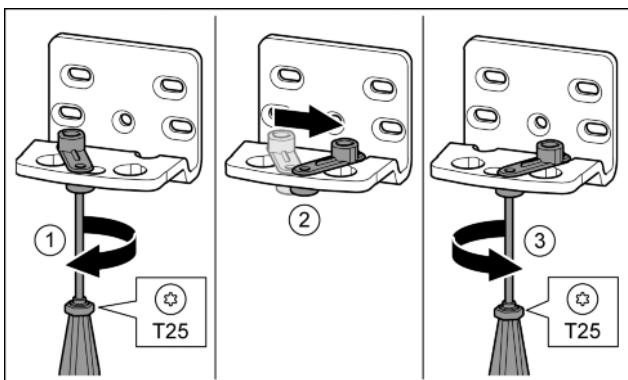

Fig. 12
- С отвертка T25 завийте хлабаво винта. Fig. 12 (1)
► Повдигнете помощното приспособление за затваряне на вратата и го завийте в отвора с 90° надясно. Fig. 12 (2)
► С отвертка T25 затегнете винта. Fig. 12 (3)